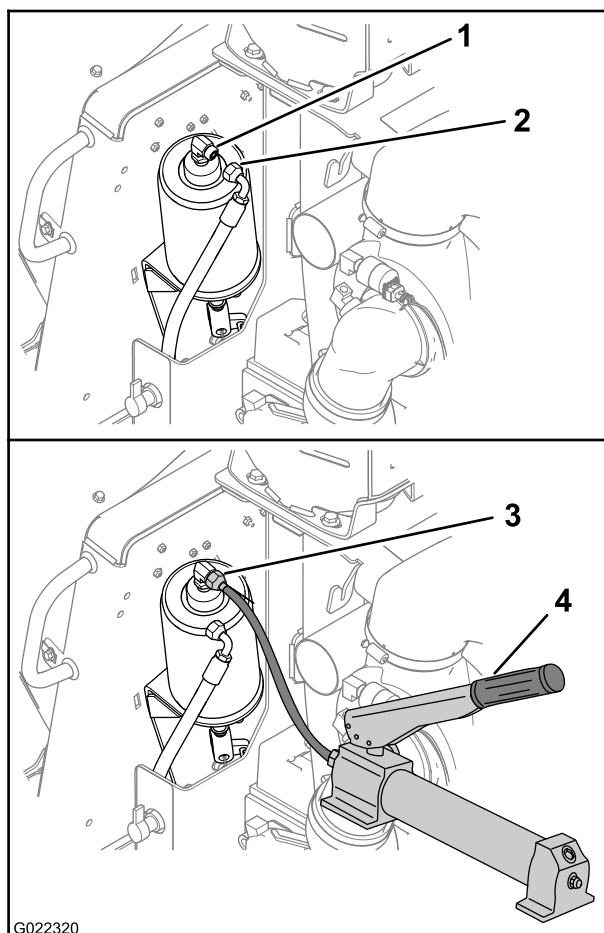

Bild 30
1. Schließen Sie den Hydraulikschlauch vom Feststellbremszylinder ab, wie in Bild 30 abgebildet.
2. Schließen Sie eine hydraulische Handpumpe, die 350 psi erzeugen kann, an den Bremszylinder an (Bild 30).